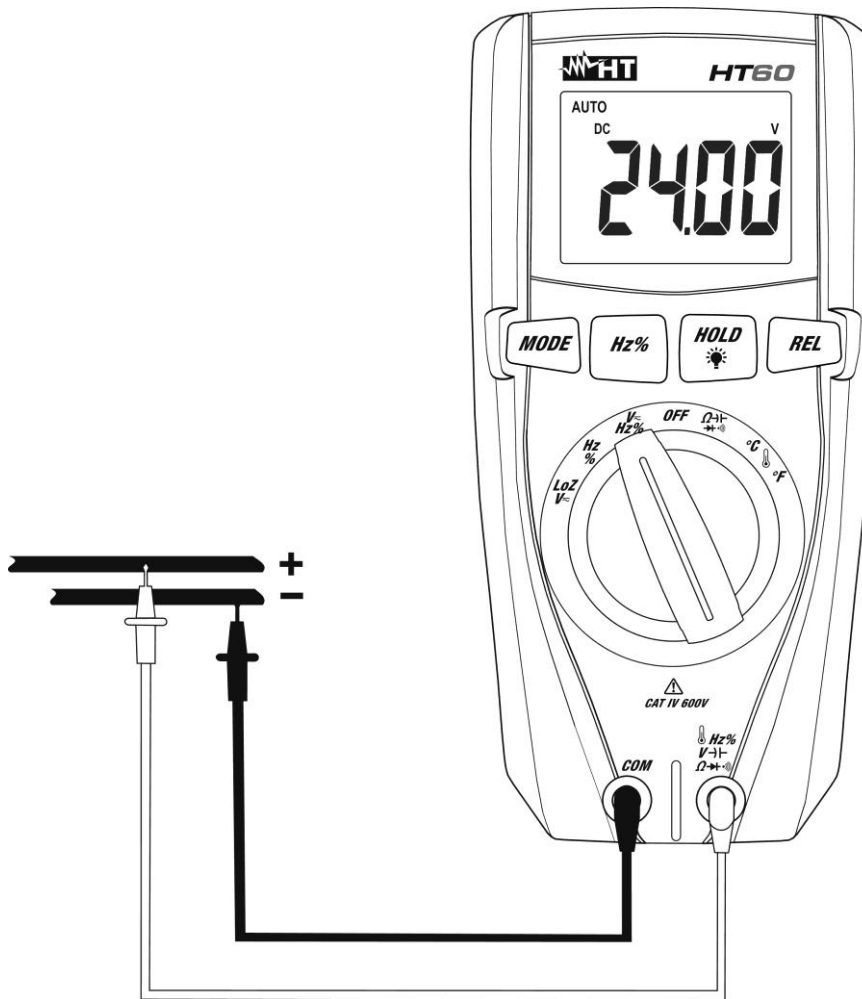
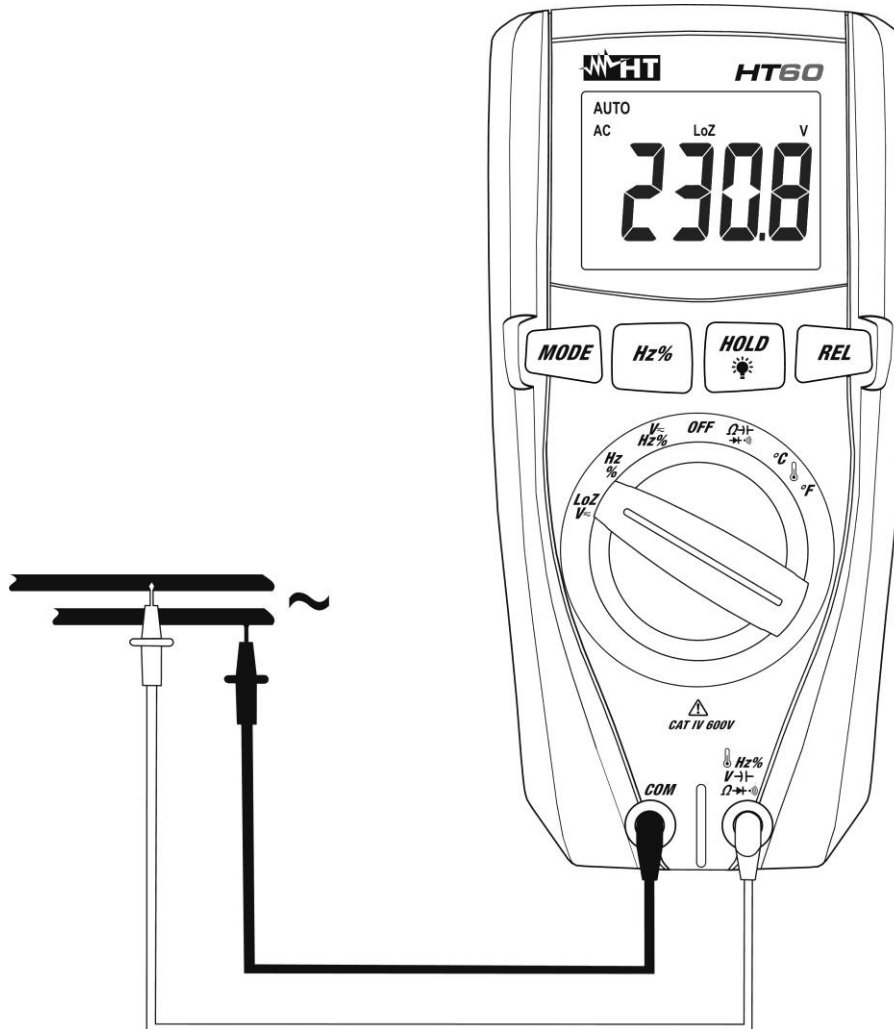

Fig. 2: Mesure de Tension DC
Fig. 4: Mesure de Tension AC/DC à basse impédance (LoZ)
4. Positionner l'embout rouge et l'embout noir respectivement dans les points à potentiel positif et négatif du circuit sous test (voir la Fig. 2). La valeur de tension apparaît à l'écran
6. L'affichage du symbole "-" sur l'écran de l'instrument indique que la tension a une direction opposée par rapport à la connexion de la Fig. 2
4. Positionner l'embout rouge et l'embout noir sur les points désirés du circuit sous test (voir Fig. 4) pour mesure de tension AC ou respectivement dans les points à potentiel positif et négatif du circuit sous test (voir la Fig. 2) pour mesure de tension DC. La valeur de tension apparaît à l'écran